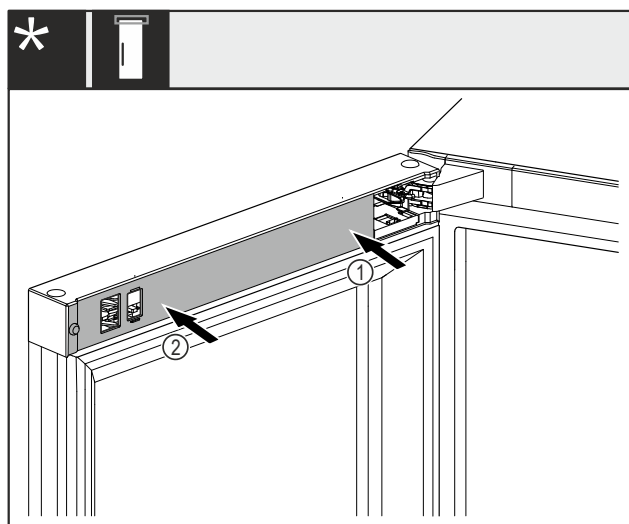

Fig. 46
- ▶ Aplicați și fixați în poziție capacul Fig. 46 (1) mai întâi pe partea suportului de lagăr.
- ▶ Aplicați și fixați în poziție capacul Fig. 46 (2) pe partea exterioară.